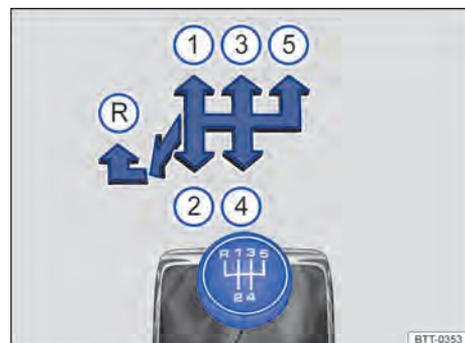

Fig. 78 Esquema de cambio de marchas.
Las posiciones de cada marcha están representadas en la palanca de cambios → fig. 78.
- Empujar la palanca de cambios totalmente hacia la izquierda y después hacia adelante hasta la posición de la marcha atrás → fig. 78 (R).